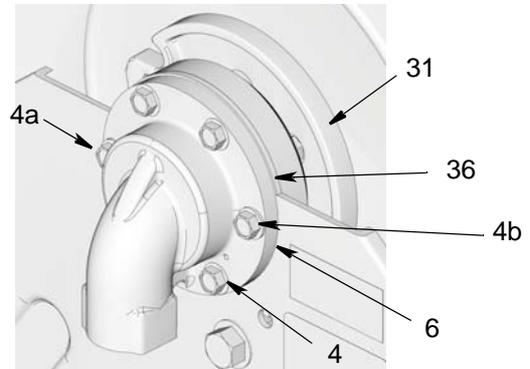

FIG. 21
4. UNIQUEMENT pour les modèles de moyenne pression : Faire correspondre la cale (36) entre l'entrée (6) et l'arrêt de palier (35) (FIG. 21).
5. D'abord introduire les 2 boulons de côté (4a et 4b) comme montré sur la FIG. 21 dans le châssis et l'entrée (6). Serrer suffisamment les boulons pour tenir l'ensemble en place.
6. Introduire ensuite les quatre boulons restants (4). D'abord serrer tous les boulons à la main, à un couple de 33,9 à 47,45 N•m (25 – 35 pi-lb).